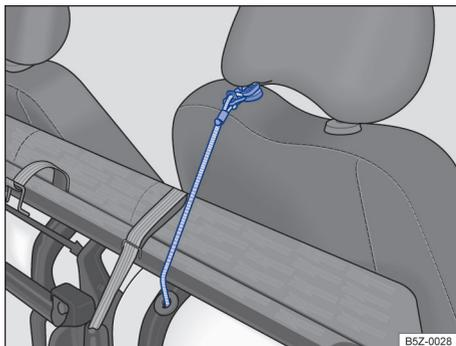

Fig. 62 Cinto elástico vermelha para fixação na haste do apoio para cabeça. ▶
- Localizar a cinta elástica vermelha alojada na parte inferior do assento do banco e, encaixar o gancho dessa cinta na haste do apoio para cabeça do banco do passageiro → Fig. 62, imobilizando o conjunto.
- Soltar o gancho da cinta elástica vermelha da haste do apoio para cabeça → Fig. 62 e, encaixar debaixo do banco traseiro.